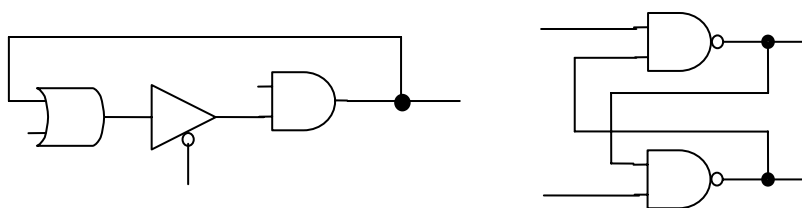

図 9-2 フィードバック・ループの例
2. 組み合わせ回路によるフィードバック・ループがない。(図 9-2 参照)